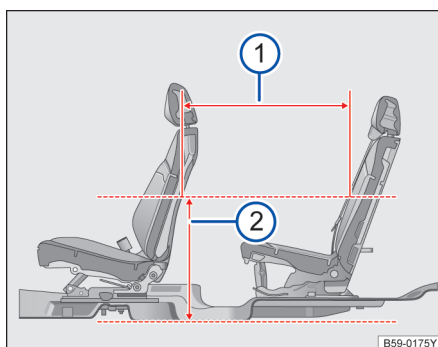
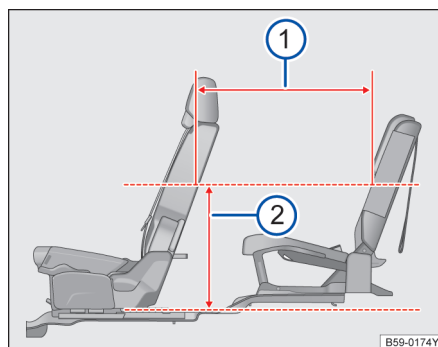

图 101 前排座椅和第二排座椅的座间距
图 102 第二排座椅和第三排座椅的座间距
当前排座椅前后位置：座椅最后往前滑动 127mm，高度及靠背角都处于设计位置；第二排与第三排座椅位于设计位置时，在距离地板位置 500mm 处→图 101②，第一排及第二排座椅座间距为 888mm→图 101①；在距离第二排座椅下方地板 500mm 处→图 102②，第二排及第三排座椅座间距为 738mm→图 102①。